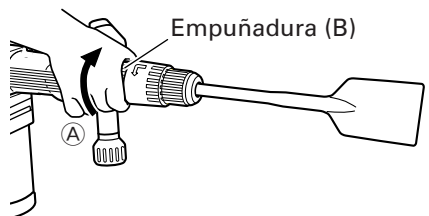

Fig. 5
- (2) Como se muestra en la Fig. 5, si la empuñadura (B) está girada 60 grados en el sentido de Ⓐ, la parte de sujeción de la herramienta girará automáticamente 30 grados. Repitiendo esta acción, el ángulo de la cuchilla de la herramienta podrá cambiarse en pasos de 30 grados.